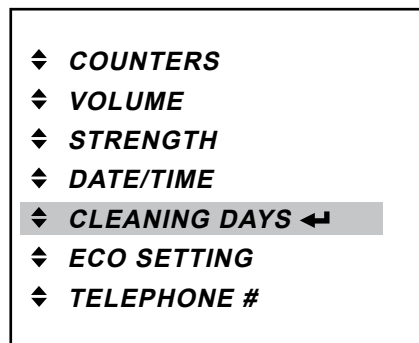

Fig. 37
- Press the enter button  to access the «CLEANING DAYS» menu. (Fig. 37)